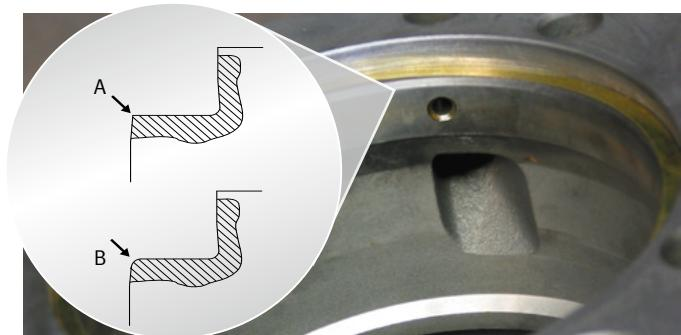

Abb. 2/Fig. 2/рис 2
Die neue Ausführung der Zylinderlaufbuchse erfordert eine gerundete Fase am inneren Durchmesser des Buchsensitzes (Abb. 2). Prüfen Sie vor dem Einbau, ob der Motorblock mit einer gerundeten Fase ausgeführt ist. Wenn keine gerundete Fase vorhanden ist (A), muss die Rundung an die vorhandene flache Fase angebracht werden (B).
The new cylinder liner design requires a curved chamfer on the inner diameter of the liner flange seat (Fig. 2). Please check prior to installation if the engine block has a curved chamfer. Should a curved chamfer not exist (A), the present flat chamfer must be curved (B).
Le nouveau modèle de chemise de cylindre nécessite un chanfrein arrondi au diamètre interne du siège de la chemise (Fig. 2). Avant le montage, vérifiez si le bloc-moteur possède un chanfrein arrondi. En l'absence de chanfrein arrondi (A), l'arrondi doit être aménagé sur le chanfrein plat existant (B).
La nueva versión de la camisa del cilindro requiere de un bisel redondeado en el diámetro interior del asiento de la camisa (Fig. 2). Comprobar antes del montaje si el bloque de motor dispone de un bisel redondeado. Si no dispone de un bisel redondeado (A), la parte redondeada se debe disponer en el bisel plano existente (B).
Для гильзы цилиндра в новом исполнении требуется закругленная фаска по внутреннему диаметру в месте посадки гильзы (рис. 2). Перед монтажом проверьте, имеет ли блок цилиндров двигателя исполнение с закругленной фаской. При отсутствии закругленной фаски (A) необходимо закруглить имеющуюся плоскую фаску (B).